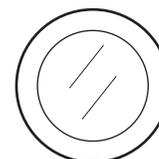

Figure 40. Bouton de préchauffage
2. Appuyez et maintenez ce **bouton de préchauffage** pendant 5 secondes pour chauffer les fiches de rougeoieement (climat froid). Tout en maintenant le bouton enfoncé, vérifiez que le témoin de préchauffage est allumé (Figure 40).